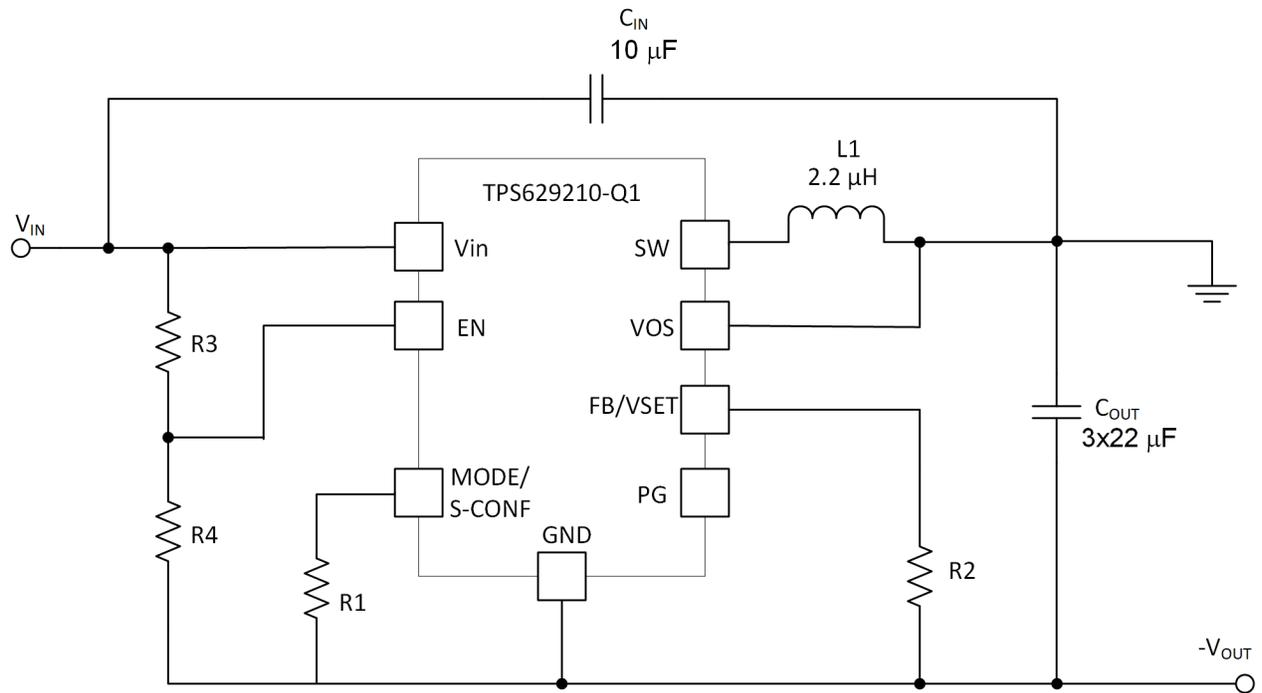
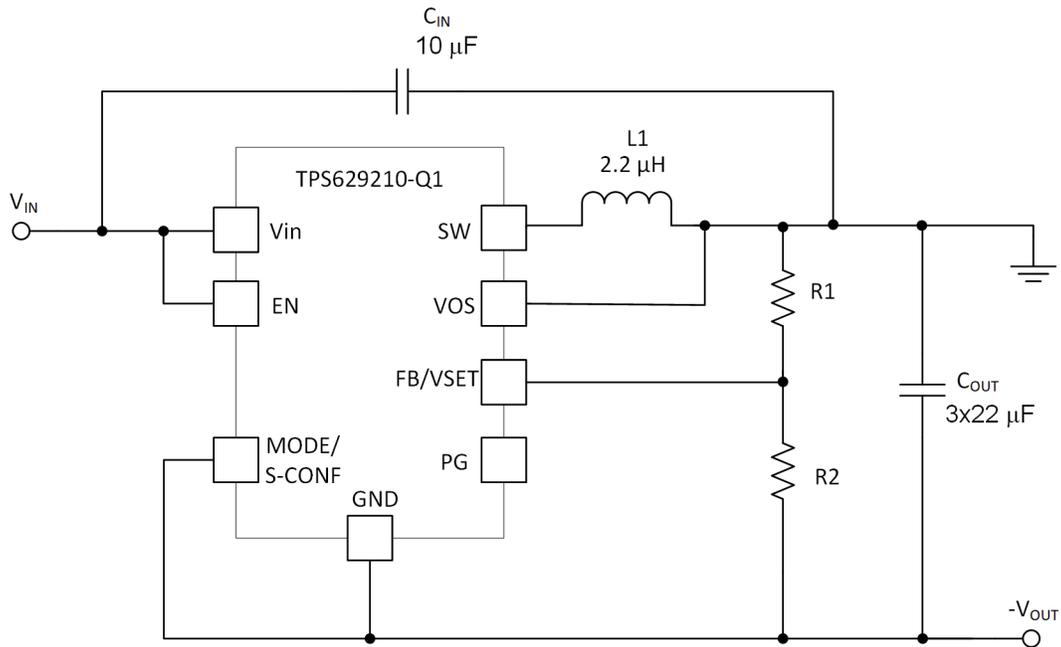

图 2-2. 带分压器的 EN 引脚
图 2-3. 具有 2.5MHz 开关频率和自动 PFM/PWM 的外部反馈
如果不需要系统启用和禁用 TPS629210-Q1，则 EN 引脚可以直接连接到 V_{IN} 或连接到 V_{IN} 的分压器。我们强烈建议在 V_{IN} 和 EN 引脚之间添加一个分压器占位符 ($R3/R4$)，如图 2-2 所示。推荐 $R3:R4 \geq 2:1$ 比，以确保 EN > 1V 之前 $V_{IN} > 2.85V$ ，器件的内部电路在 EN 完全启用之前已准备好。UVLO 和 EN 下降阈值与 $-V_{OUT}$ (而非 GND) 有关。例如，UVLO 下降 = $2.75V + V_{OUT}$ ，EN 下降 = $0.9V + V_{OUT}$ 。其中 V_{OUT} 为负值。客户可根据实际应用调整分压器 $R3/R4$ 比率。这是消除任何启动和关断相关问题的可靠解决方案。
TPS629210-Q1 具有一个 MODE/S-CONF 引脚，可用于自定义器件行为。请参阅图 2-2 和图 2-3 中的原理图
- 图 2-3 所示的外部反馈配置，其中 MODE/S-CONF 引脚可直接连接到 $-V_{OUT}$ ，以配置为 2.5MHz 开关频率、带 AEE 的自动 PFM/PWM，启用输出放电。